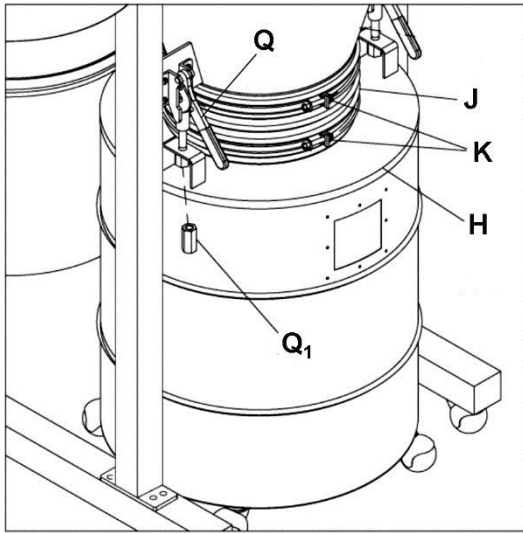

Рис. 12
17. Наденьте шланг (J) на конус воронки и крышку контейнера и зафиксируйте его с помощью 2 хомутов (K), сверху и снизу. См. Рис. 12.
- Потяните оба рычага быстрого действия (Q, Рис. 12), затем присоедините крышку контейнера (H, Рис. 12) к рычагам. Затяните удлиненную гайку (Q₁, Рис. 12) на каждом рычаге.